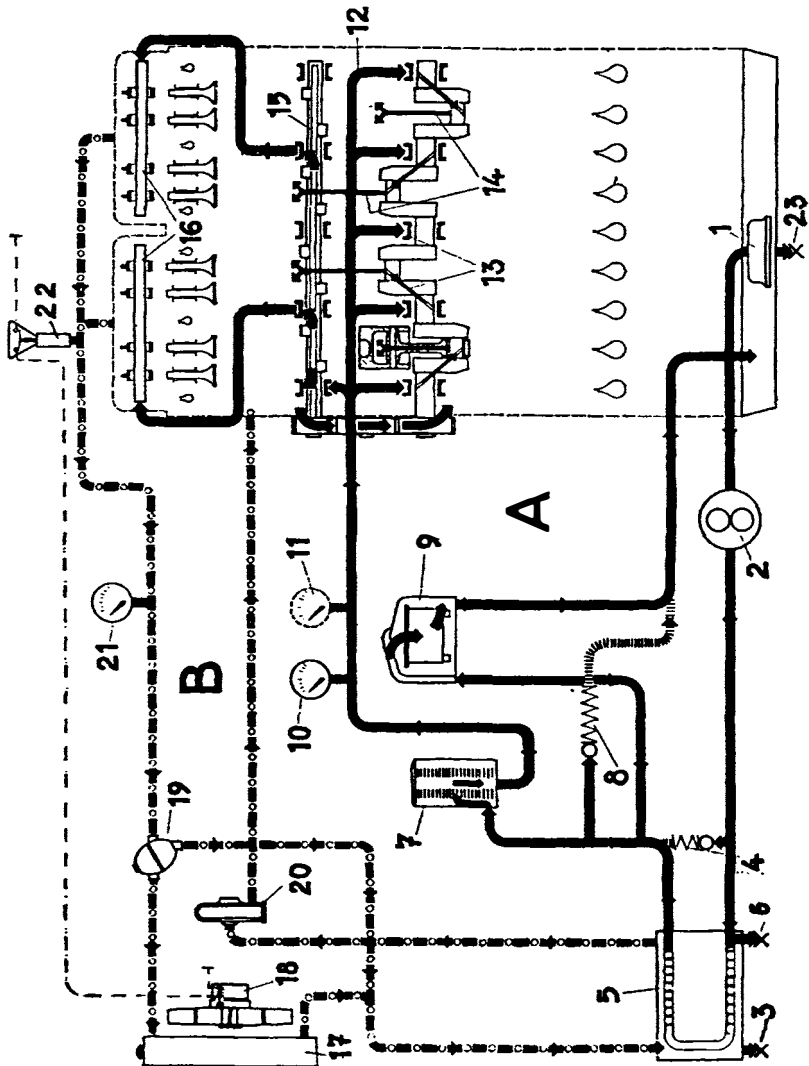

Рис.40 Схема циркуляции охлаждающей воды и смазки
4.2.1. Принцип действия (см. рис.40)
Пояснения к рис.40
4.3.1. Принцип действия (см. рис.40)